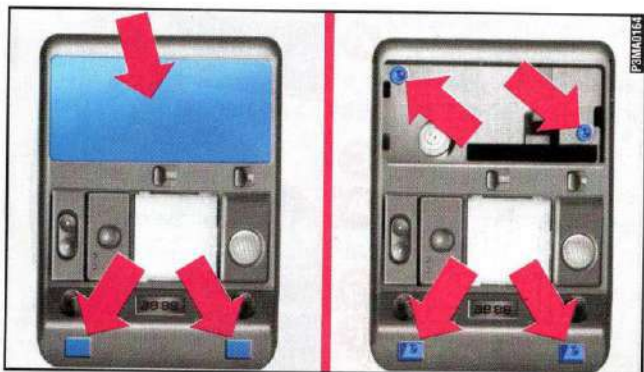

fig. 30
- 1) Togliere i 3 tappi in plastica **fig. 30**.